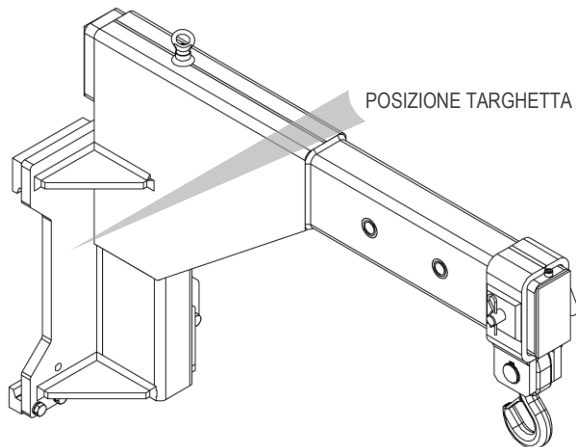
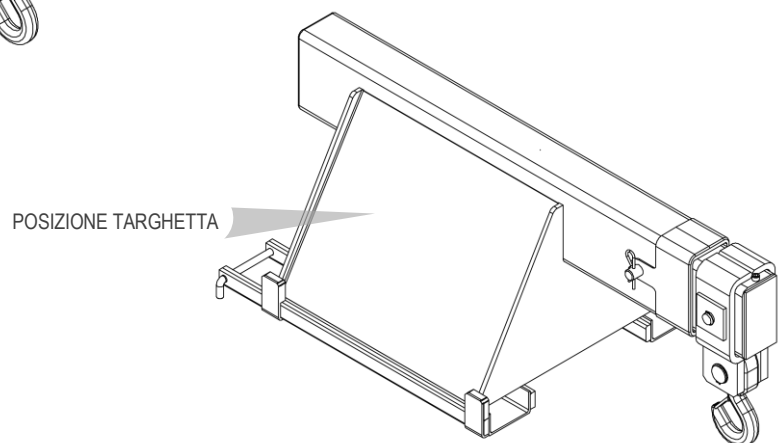

Figura 1
Figura 2
Tutte le attrezzature A.T.I.B. - “GRU A BRACCIO FISSO TIPO 980 | GRU A BRACCIO SFILABILE TIPO 975 | GRU INFORCABILE A BRACCIO SFILABILE TIPO 976” vengono identificate mediante targhetta adesiva (vedi *Tabella 1*) posizionata sull’attrezzatura (vedi *Figura 1* e *Figura 2*). La posizione della targhetta è identificativa potrebbe variare in funzione dell’attrezzatura. Fare sempre riferimento al numero di matricola.
4. Per la movimentazione utilizzare cinghie o catene opportunamente dimensionate rispetto al peso dell'attrezzatura indicato in targhetta (vedi *Figura 1* e *Tabella 1* a pag.7).